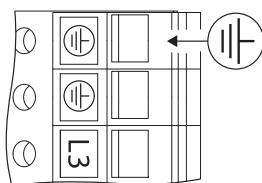

Fig. 26: Ekstra jording
- På grunn av den økte avledningsstrømmen for motorer fra 11 kW må en forsterket jording iht. EN 61800-5-1:2008-04 kobles til i tillegg (se Fig. 26).